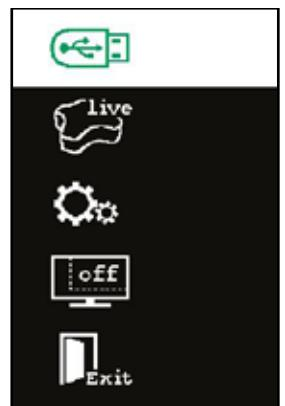

図21
- ⇒画面分割のメインメニュー（図20）または画面分割サブメニュー（図21）の中のUSBフラッシュドライブを選択します。
- ⇒画像分割のサブメニューにあるスクリーンショットの項目を選択します（図21）。